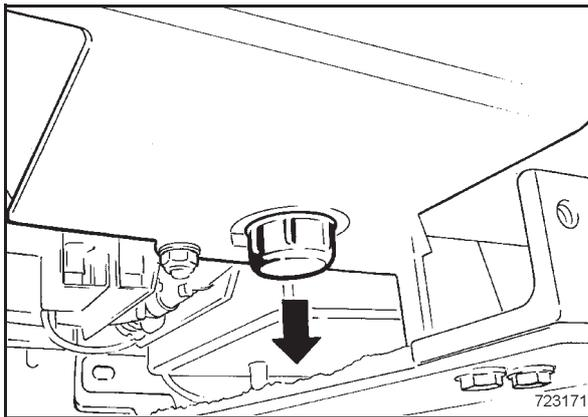

Bild 128
- Ablassstopfen (Bild 128) unten am Kraftstofftank herausschrauben und etwas Kraftstoff ablassen.